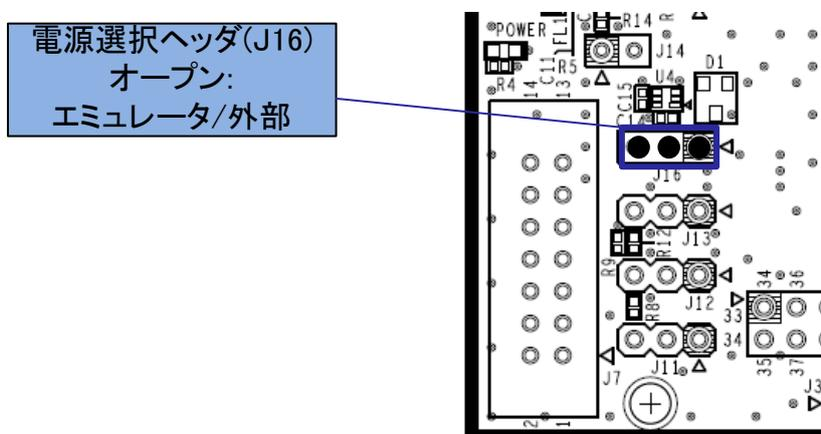

図 5-7: エミュレータ/外部電源使用時のヘッダ設定(部品面)
- ・ J16 オープン : エミュレータ/外部電源供給を選択。(図 5-7)